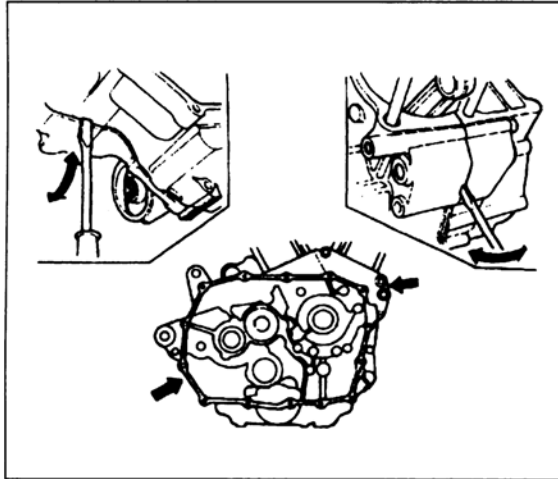

Bild 136
- Beim Trennen der Gehäusehälften sind, neben gefühlvollen Gummihammerschlägen und einer Holzunterlage, die vorn und hinten zwischen den Gehäusehälften angebrachten Montageschlitzze nützlich (Bild 136).